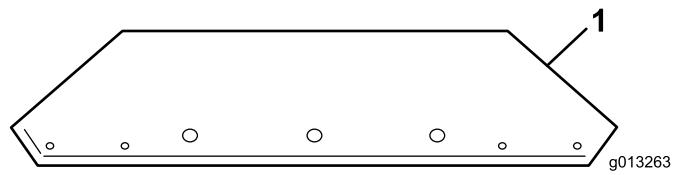

Figura 10
1. Retire las extensiones de la tolva del embalaje e identifique la extensión delantera y la trasera (Figura 10 y Figura 11).